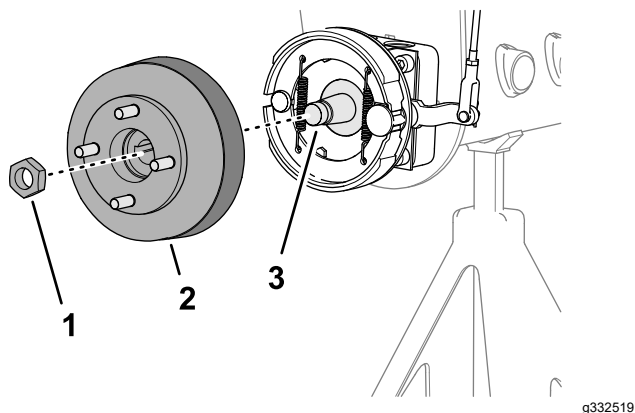
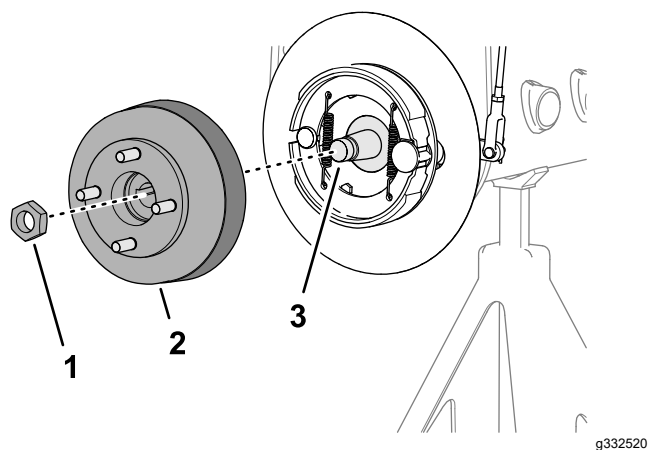

図 77
図 78
1. ハブをホイールモータのシャフトに固定しているロックナットを外す 図 77 または 図 78。
4. 所定のホイールハブ プラーを使用してホイールハブとブレーキドラムをホイールモータのシャフトから抜き取る 図 77 または 図 78。